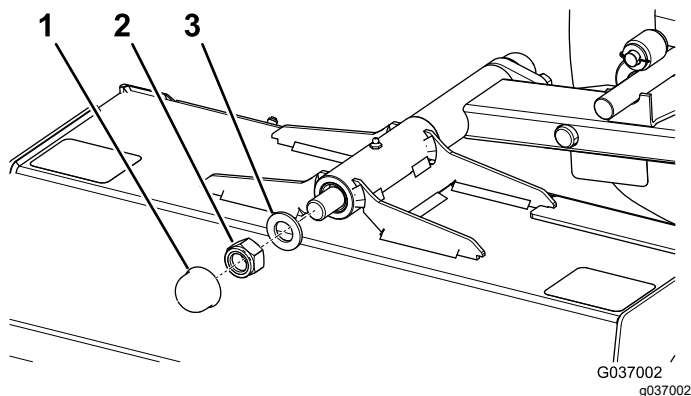

Figura 76
4. Retire el tapón, y retire la tuerca (M24) y la arandela del eje de pivote (Figura 76).
5. Instale la arandela y la contratuerca (M24), y apriete la contratuerca (Figura 76).